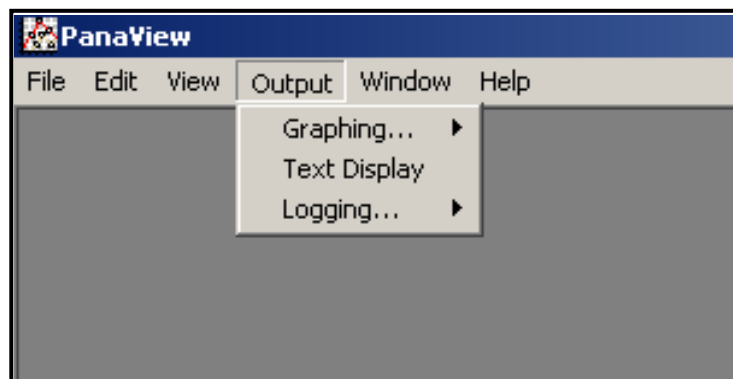

Figure 2: Menu Sortie
Pour accéder aux options de traitement des données de PanaView, déroulez le menu *Sortie*, comme illustré à la Figure 2.
2. Déroulez le menu Sortie et cliquez sur l'option Affichage de texte (voir Figure 2 à la page 3).
2. Déroulez le menu Output et cliquez sur l'option Graphing - New (voir Figure 2 à la page 3).